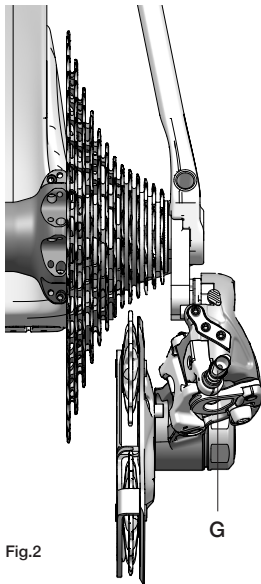

Fig.2
- se la rotellina superiore è sulla destra del pignone e/o il cambio fatica a salire sul pignone più grande, girate in senso antiorario (svitare) il registro (G - Fig.2)